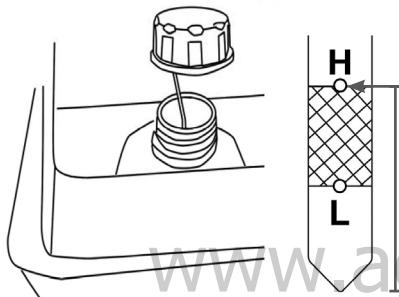

Рис. 27 Проверка уровня масла по щупу верхней маслозаливной горловины
- Открутите крышку-щуп нижней маслозаливной горловины и извлеките щуп (Рис. 27).